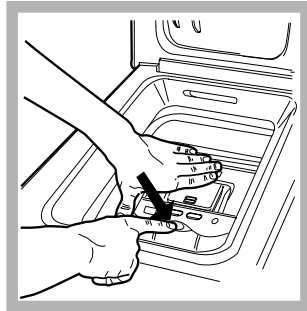

Fig. 2
**B) Ouvrez ensuite les Portes du tambour à l'aide de vos deux mains comme indiqué sur la Fig. 2):**
- appuyez sur la touche indiquée par la flèche sur la Fig. 2) et tout en appuyant légèrement vers le bas posez une main pour éviter que les portes ne vous fassent mal aux doigts en s'ouvrant soudainement;